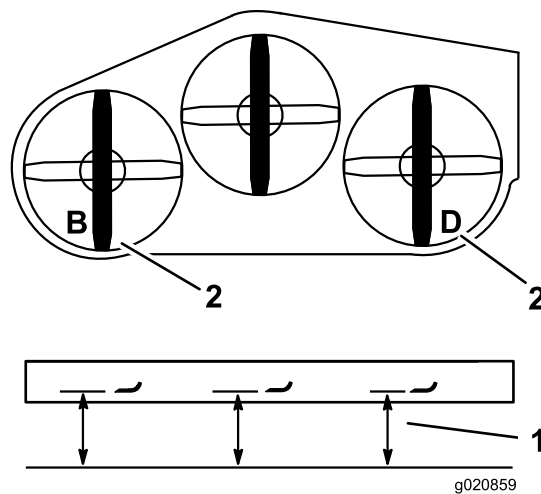

Figure 84
2. Mesurez et notez la distance au point **B** entre la surface plane et le tranchant de la pointe de la lame gauche (Figure 84).
3. Mesurez et notez la distance au point **D** entre la surface plane et le tranchant de la pointe de la lame droite (Figure 84).
4. La mesure au point **B** doit être égale à 3 mm (1/8 po) près à la mesure au point **D** (Figure 84). Si ce n'est pas le cas, passez aux opérations suivantes.